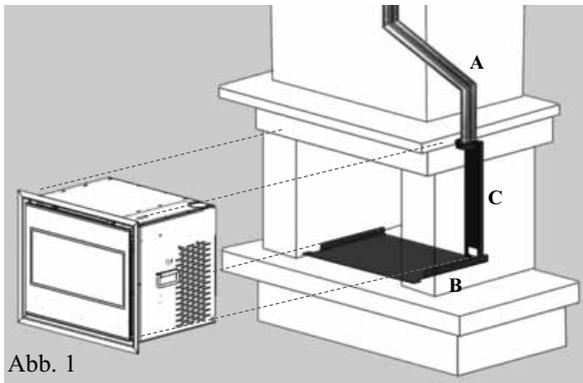
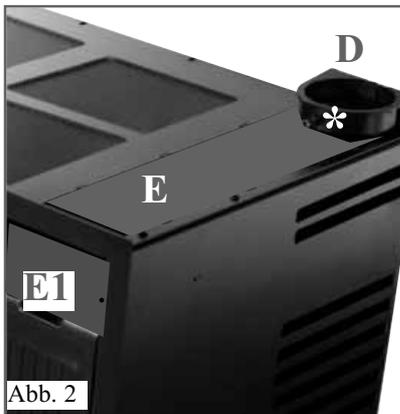

Abb. 1
Abb. 2
- 1) Die beiden senkrechten Wände gemäß Abb. 1 zusammenbauen. Der Pfeil zeigt die Richtung von hinten nach vorne an.
- 2) Mit den mitgelieferten Schrauben die beiden Verstärkungsstreben (A) an den senkrechten Wänden befestigen.
- 3) Die Auflageplatte (im Lieferumfang enthalten) des PELLINSERT 54 auf die gemäß Punkt 1 montierten Wände platzieren und mittels der mitgelieferten 4 Stk. Schrauben befestigen (Abb. 2).
Die Abbildung 2 (A-B-C-D) auf Seite 71 beschreibt die häufigsten Installationsarten.
MÖGLICHE INSTALLATIONEN (Abb. 2)
- Die Auflageplatte (B) mit Dübel an der Stelle, die der Einsatz einnehmen soll, befestigen.
- Die Halterung (C) zur Ausrichtung des Rohrstücks (A) platzieren und (mit den mitgelieferten Schrauben) befestigen.
- Das neue Rauchabzugsrohrstück in die Manschette (D) der Halterung (C) stecken und auf der Schraube (* Abb. 2) aufliegen lassen.
- Die Auflegeschraube (*) entfernen das Rauchabzugsrohrstück in den Rauchabzugsstutzen (F) einstecken und mit der Schraube (°) blockieren.
- Der Vorgang erfolgt mittels der auf der Oberseite des Einsatzes vorgesehenen Aussparung (E), nach Entfernung der mit 2 Schrauben befestigten Abdeckung (E1) (siehe Abb. 2).